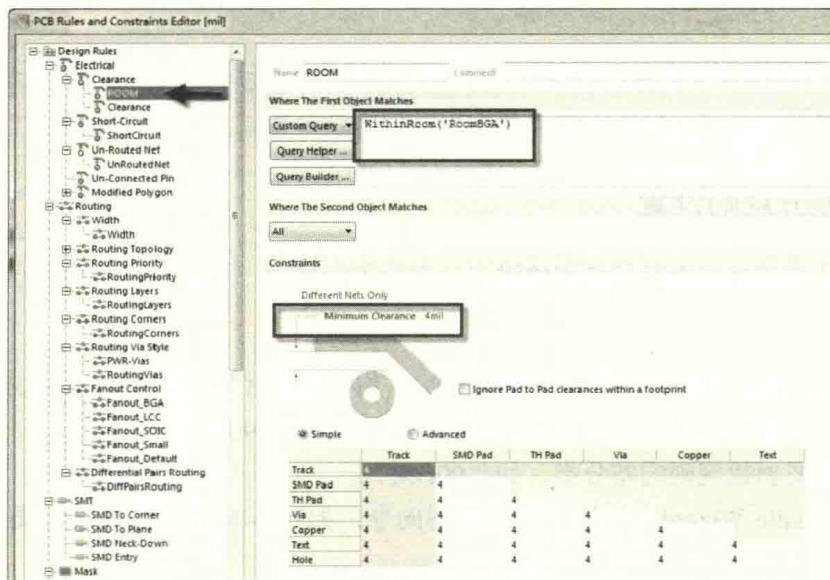
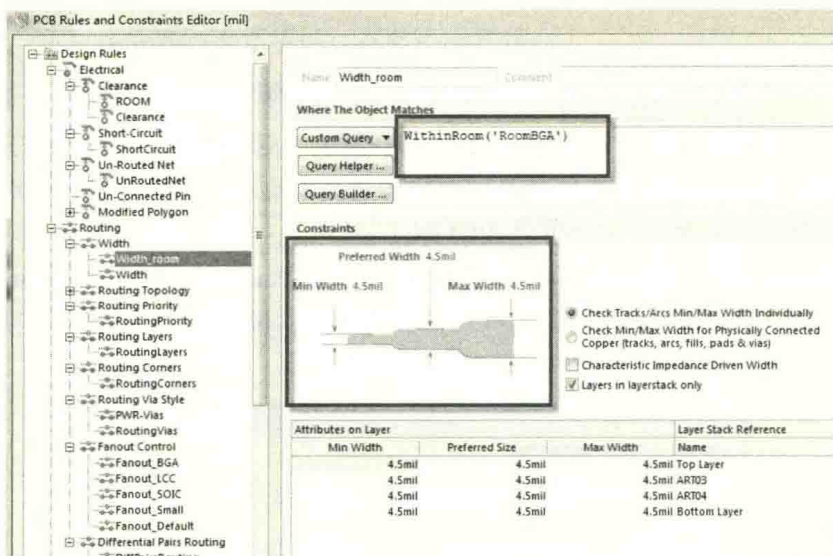
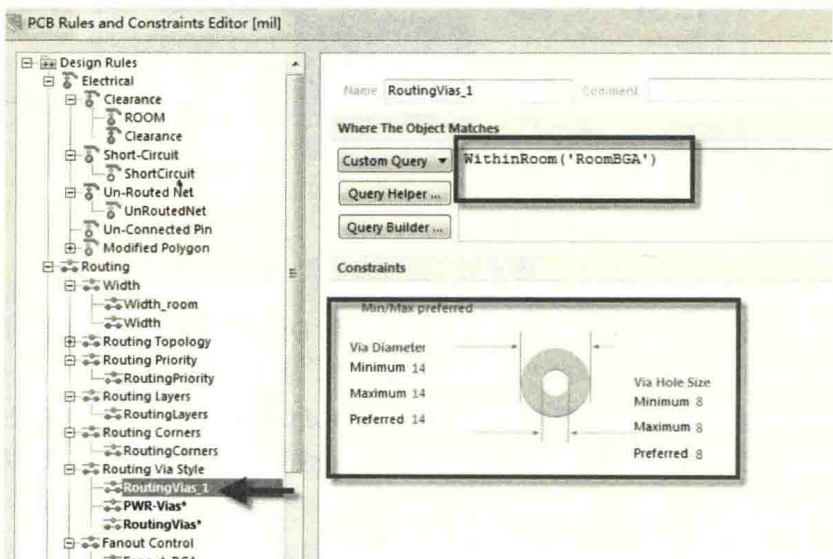

图 9-36 区域间距规则设置
图 9-37 区域线宽规则设置
图 9-38 区域过孔规则设置
(3) 执行菜单命令“Design-Rules...”或者按快捷键“DR”,进入规则约束管理器,在“Where The First Object Matches”栏中,单击“Custom Query”,并输入“WithinRoom('RoomBGA')”这个代码,适配之前设置的区域,在“Where The Second Object Matches”栏中适配“All”。这里以设置间距 4mil、线宽 4.5mil、过孔 8 / 14mil 为例进行说明。区域间距、线宽、过孔规则设置分别如图 9-36、图 9-37、图 9-38 所示。